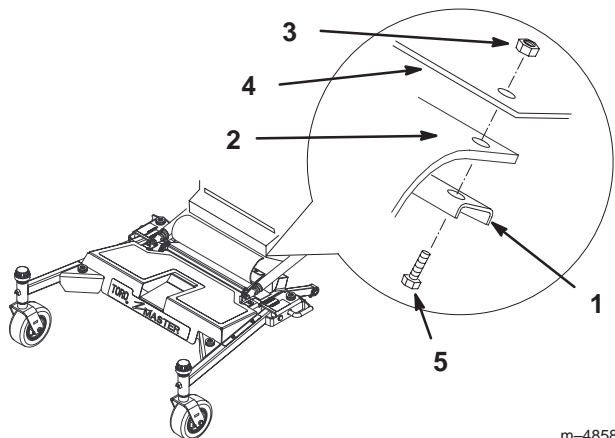

Figure 35
16. Installez la protection en caoutchouc et la barre, les écrous et les boulons sous les leviers de commande de déplacement. (Fig. 35).